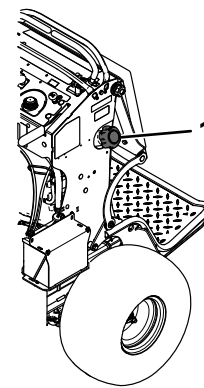

Figura 58
3. Limpie alrededor del tapón del depósito de combustible para evitar que entre suciedad en el depósito (Figura 58).